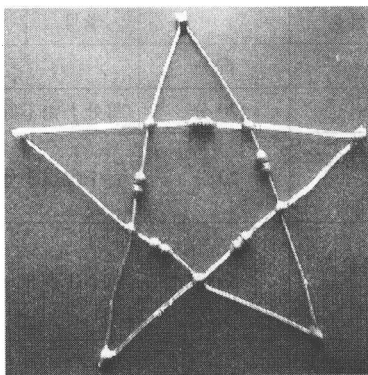

图 1-12 用杂电阻焊接的五角星
(1) 平面图形焊接, 对元件引脚需要在焊接处上锡, 用五只杂电阻焊接一个五角星, 如图 1-12 所示。